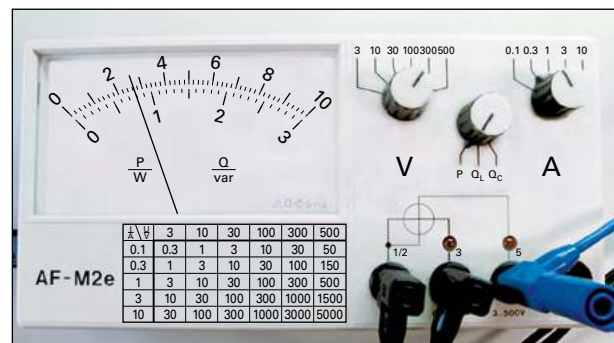

Bild 3: Messung der gesamten Wirkleistung P an der Leuchte
- c) Lesen Sie den Messwert P vom Leistungsmesser (**Bild 3**) ab und tragen Sie diesen Wert in die **Tabelle** auf **Seite 13** unter Vergleichswert ein.